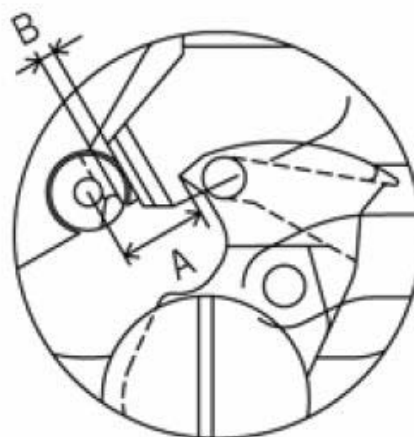

Рисунок 31 – Регулировка положения ножей
*Регулировка положения ножей* (рисунок 31). Переместить иглу в крайнее верхнее положение. С помощью винта отрегулировать расстояние  $A=4,5$  мм между носиком подвижного ножа и отверстием в игольной пластинке.